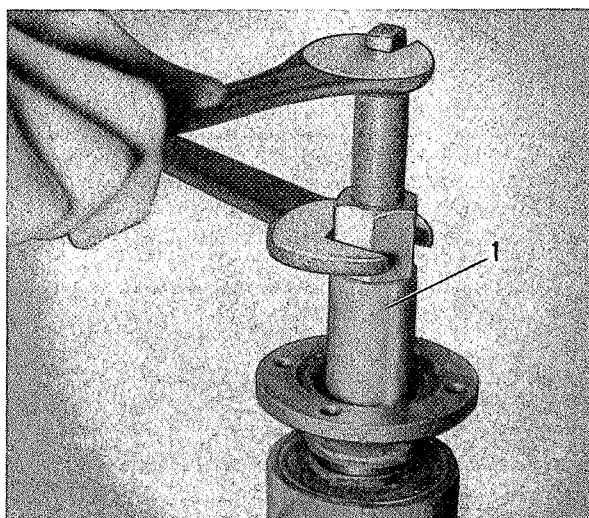

Fig. 4-93. Montage van de flens
4. Pers de flens op de pignon met behulp van persgereedschap SVO 1845 zie Fig. 4-93. Monteer de ring en de moer. Zet de moer vast met een aanhaalkoppel van 28—30 kgm (200—220 lb.ft.).